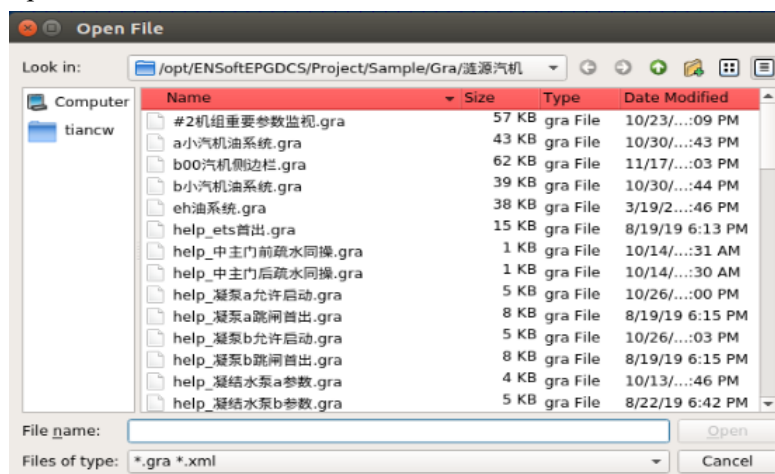

Рис. 4.3-2 Открытие графического файла
- 1) Щелкнуть меню "File" (Файл). Выбрать "Open" (Открыть) или нажать  на панели инструментов. Появится окно "Select File" (Выберите файл). Путь по умолчанию — это папка Gra в каталоге проекта, как показано на Рис. 4.3-2.